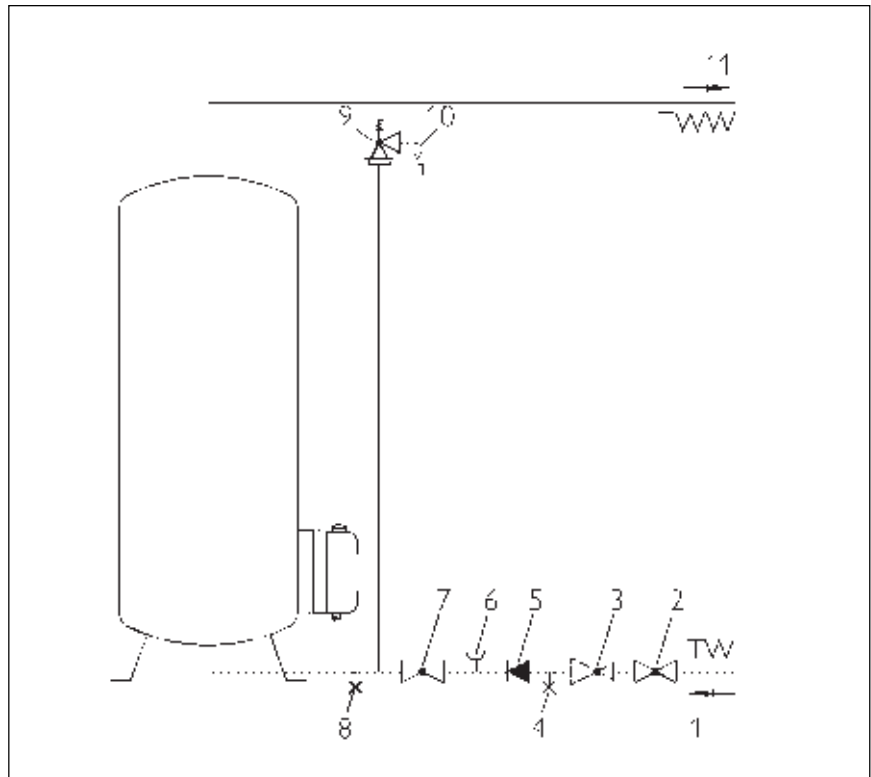

Рис. 4
Описание (рисунок 4)
- Арматуру монтировать согласно рис. 4